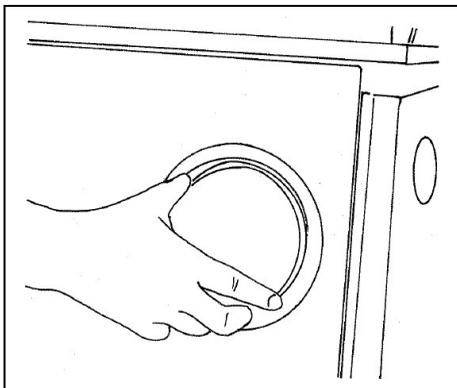

Bild 10
- Abgasstutzen am Innenkasten montieren. Hierzu Abgasstutzen über die Schraubköpfe stecken, bis zum Anschlag nach links drehen, Schrauben festziehen (Bild 10).